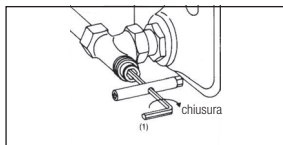

Fig.3 Intercettazione del detentore a servizio del radiatore
2. Chiudere l'otturatore conico con una chiave esagonale CH 6 (6mm) (1) ruotando a destra (Fig. 3).
2. Chiudere l'otturatore conico con una chiave esagonale CH 6 (6mm) (1) girando a destra (Fig. 3).